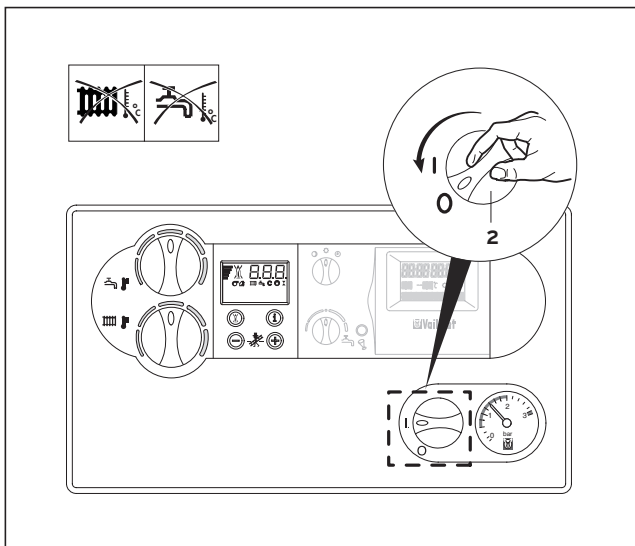

Fig. 3.18 Scoaterea completă din funcțiune
- Pentru acesta, puneți întrerupătorul general (2) pe poziția „0” (fig. 3.18).